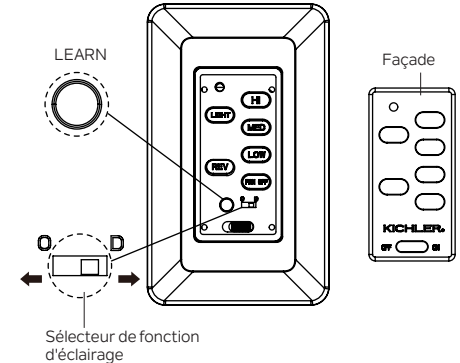

Fig. 17
1. Utilisez un petit tournevis plat et retirez délicatement la façade du haut du contrôle mural. (Fig. 17)